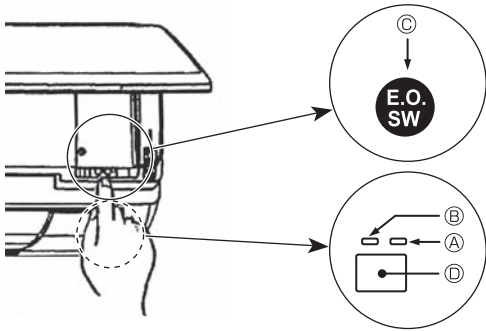

Fig. 5-2
- 若要運轉製冷模式，按下 ❸ 按鈕 ② 2 秒以上。
- 若要運轉製熱模式，按下 ❸ 按鈕 ③ 2 秒以上。
- 若要停止運轉，按下 ❸ 按鈕 ① 或 ❸ 按鈕 ④ 2 秒以上。
- [Fig. 5-2] ④ DEFROST/STAND BY（除霜／待機）指示燈（橙色）
- ③ 運轉指示燈（綠色）
- ② 緊急運轉開關（製冷／製熱）
- ① 接收器
- 請使用運轉監測顯示器檢查 [COOL/HEAT]。（按下緊急運轉開關後會在此顯示器後亮橙色指示燈 ④ 5 秒。）